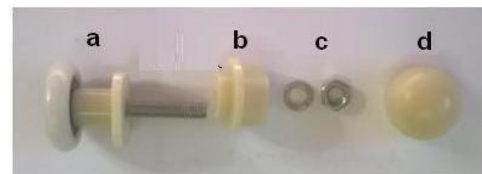

Рис.9
3.6. Окончательная сборка душевой кабины (рис.9).